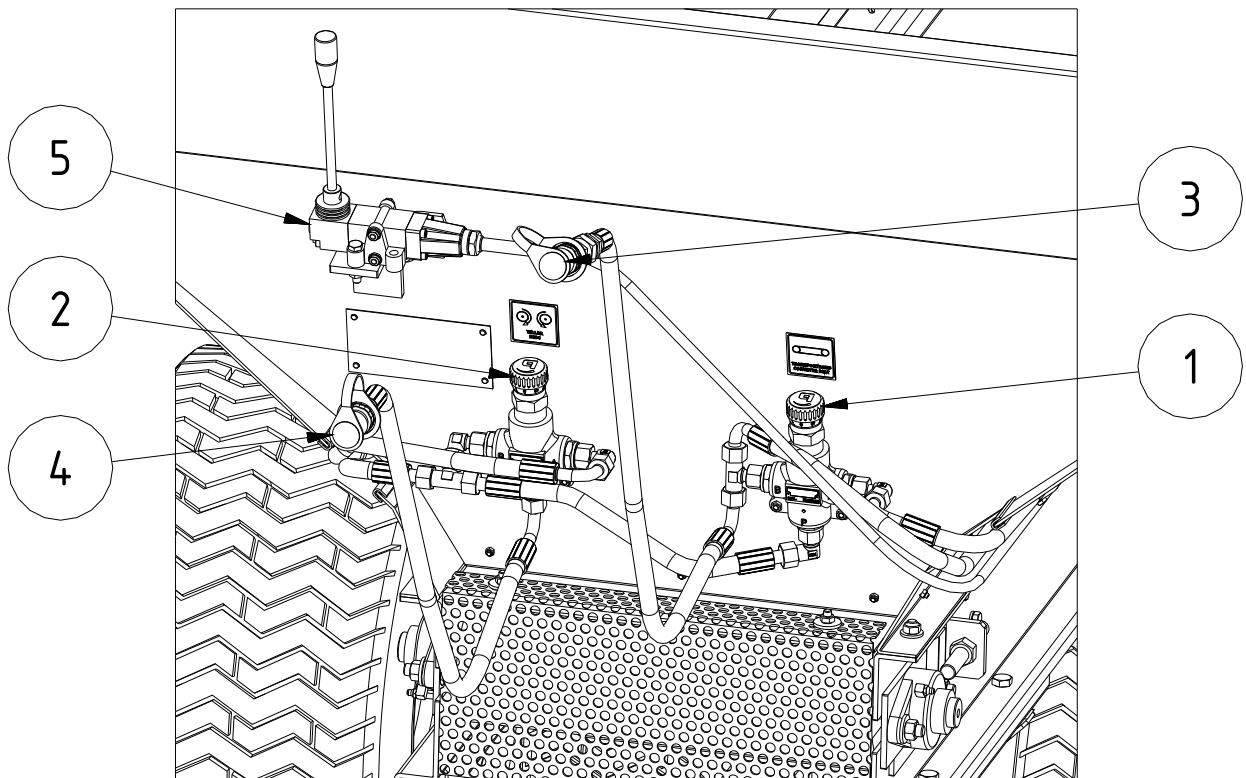

Abb. 1: Bedienungselemente
- Hydraulikleitungen (3) und (4) an Zugfahrzeug anschließen da ein geschlossener Ölkreislauf erforderlich ist. (s. Seite 9 – Abb. 1)
- Ventilbetätigung (5) für Transportband am Zugfahrzeug mittels mitgeliefertem Halter sicher anbringen (s. Seite 9 – Abb. 1).
- Regulieren der Transportbandgeschwindigkeit durch Regler (1) (s. Seite 9 - Abb.1)
- Regulieren der Streutellergeschwindigkeit durch Regler (2) (s. Seite 9 - Abb.1)